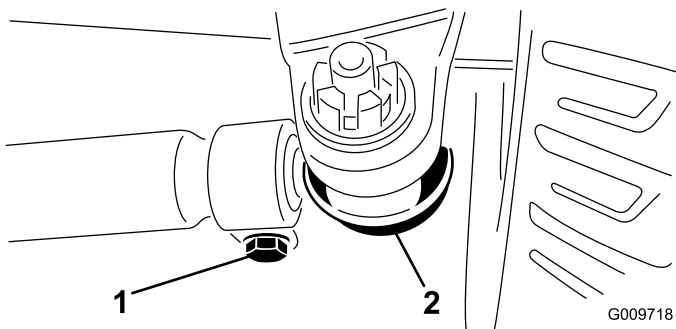

Рисунок 89
2. Для регулировки снимите шплинт и гайку с шаровой опоры тяги (Рисунок 89). Извлеките шаровую опору тяги из кронштейна на корпусе моста.
3. Ослабьте зажимы на обоих концах поперечных тяг (Рисунок 89).